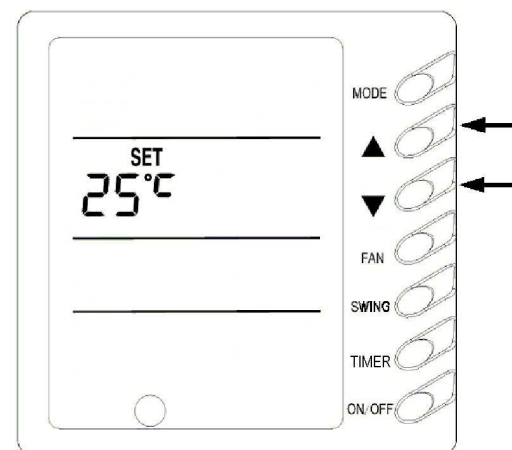

Рис. 4
3) Установка температуры (Рис.4)